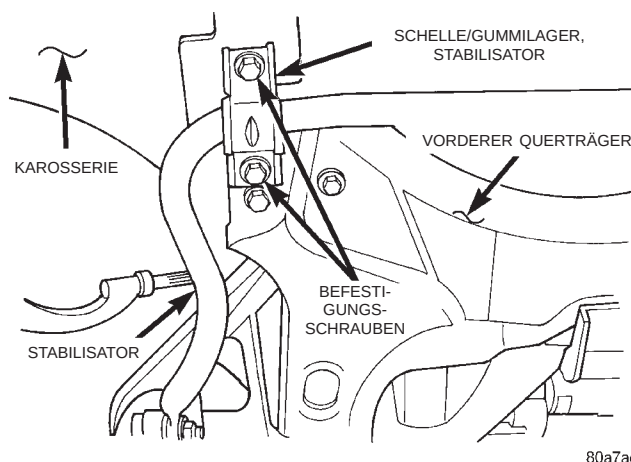

Abb. 57 Befestigungsschrauben für Schellen/Gummilager des Stabilisators
(3) Die vier Schrauben lösen, mit denen die Schellen des Stabilisators am Querträger und am Unterboden befestigt sind (Abb. 57). Dann den Stabilisator aus dem Fahrzeug ausbauen.
(1) Stabilisator mit den Gummilagern am Querträger montieren. Die Befestigungsschrauben der Schellen am Querträger und am Unterboden eindrehen (Abb. 57).
(2) Befestigungsschrauben der Schellen am Querträger mit einem Anzugsmoment von 61 N·m (45 ft. lbs.) festziehen.
(3) Verbindungsstangen mit den entsprechenden Bohrungen in den unteren Querlenkern ausrichten. Die Verbindungsstangen in beide untere Querlenker einbauen. Die Befestigungsmuttern für die Verbindungsstangen aufschrauben und mit einem Anzugsmoment von 101 N·m (75 ft. lbs.) festziehen.